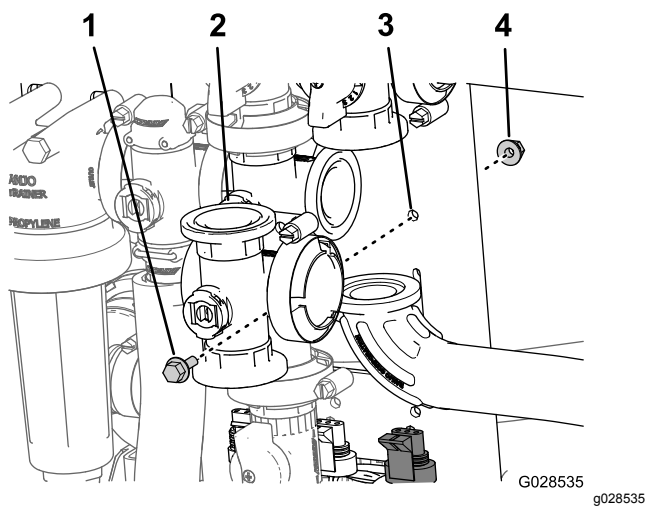

Figura 93
2. Retire el perno con arandela prensada y la contratuerca con arandela prensada que sujetan la válvula maestra de los brazos al soporte de la válvula, y retire el distribuidor de la válvula de la máquina (Figura 93).